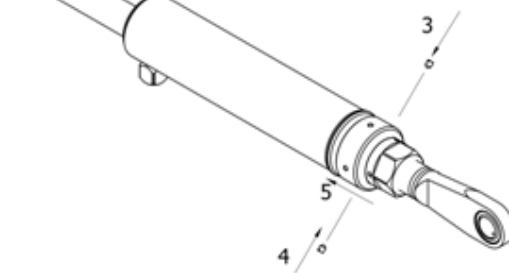

Figura 31. Tope y su tornillo de bloqueo
2. Incline el puente hacia abajo y mida el ángulo (ítem 5, Figura 31). Ajustar a 10° como máximo.
5. Apretar el tornillo de bloqueo en el tope (5). Véase Figura 31.